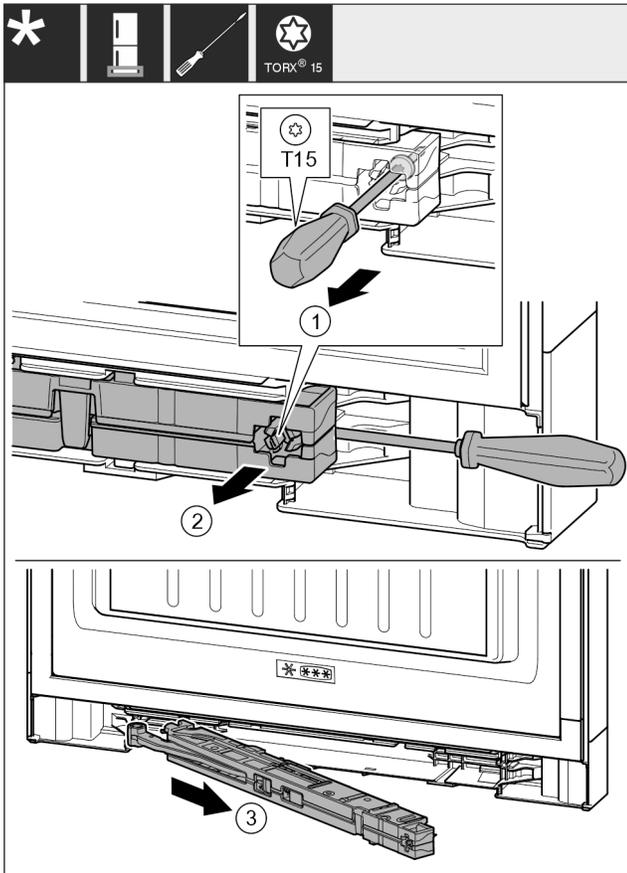

Fig. 19
- ▶ Schraube Fig. 19 (1) an Schließdämpfereinheit mit Schraubendreher 14 mm (9/16 in) lösen.
- ▶ Schließdämpfereinheit Fig. 19 (2) griffseitig mit Schraubendreher nach vorne aushebeln.
- ▶ Schließdämpfereinheit Fig. 19 (3) herausziehen.